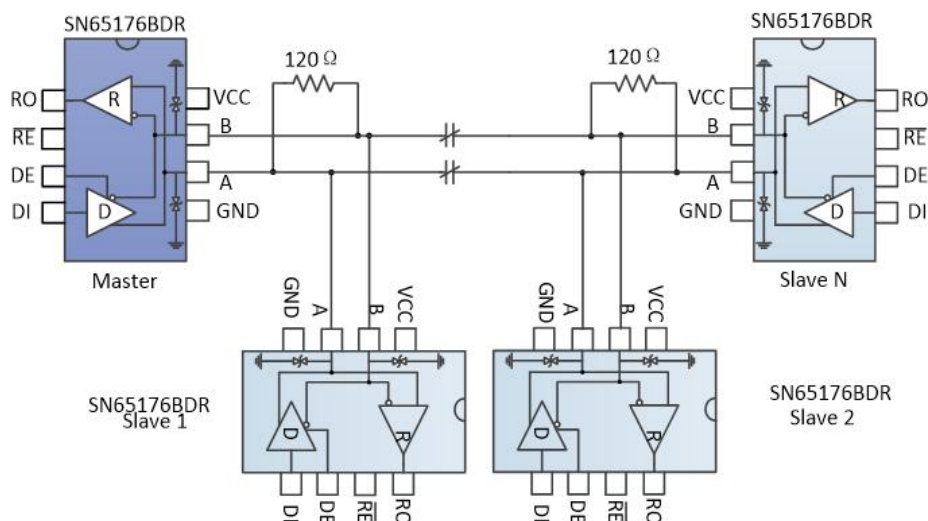

图 9 总线式 RS485 半双工通讯网络
4.1 总线式组网：SN65176BDR RS485 收发器设计用于多点总线传输线上的双向数据通信。图 9 显示了典型网络应用电路。这些器件也能用作电缆长于 4000 英尺的线性转发器，为减小反射，应当在传输线两端以其特性阻抗进行终端匹配，主干线以外的分支连线长度应尽可能短。